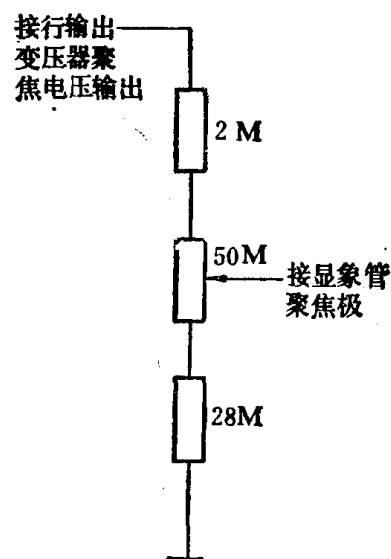
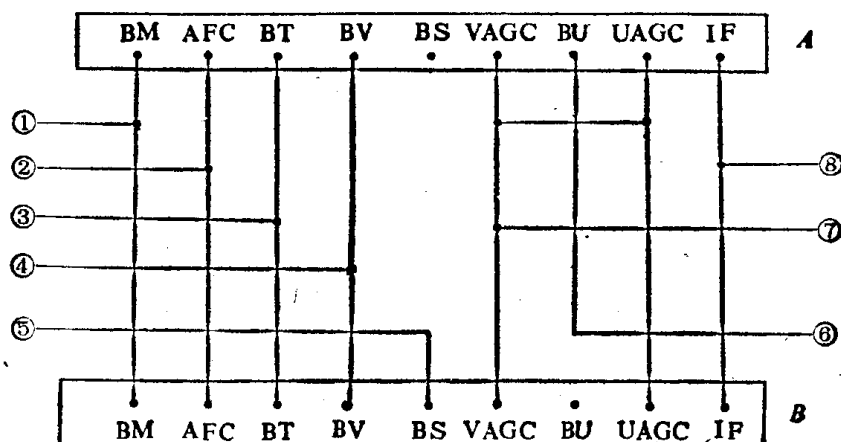

图1-2 聚焦电压过高的检修方法
图1-3 M11机芯两个高频头并联使用的电路
(5) 当发生亮度失控故障时, 应该首先检查加速极供电电路是否正常, 然后再检查其它电路。
(6) 出现频率漂移故障后, 应首先观察UHF、VHF频段的区别, 如果两个频段频率都漂移, 应检查AFT电路或0~30V调谐电压电路的故障; 如果UHF频段或VHF频段中只有一个频段漂移, 则说明高频头中发生了故障; 当发现高频头发生故障时, 由于内部电路结构紧密, 一般都更换新高频头, 不便作其它修理。
(7) 当发生聚焦电压过高且不可调整的故障时, 可按图1-2的电路另加一组分压电路, 使显像管恢复正常工作。
(8) 当伴音电路发生失真故障, 需用信号发生器检修时, 应该用半导体收音机等输出的音频信号注入, 因为用语言信号比信号发生器输出的信号更容易听出是否发生了失真故障。
5. 彩色电视机的高频头可以并联使用, 比如某电视机中高频头(A)VHF部分出现故障, 另一个高频头(B)UHF部分出现故障, 那么这两个高频头按图1-2的电路并联使用, 仍能收到满意的效果。其并联方法见图1-3。(高频头(A)BS处断开, 另一高频头(B)BU端不接)